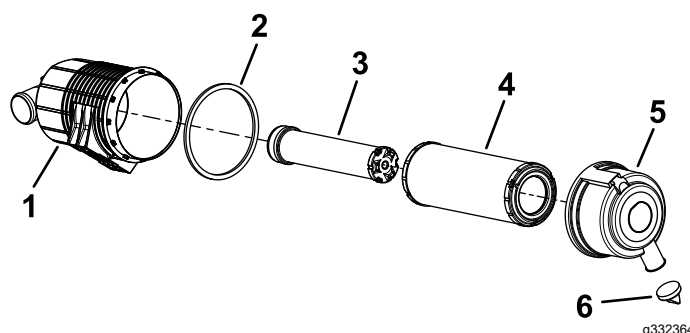

Figura 40
5. Faça a manutenção do filtro de ar e elemento de segurança quando for alertado (Figura 40).